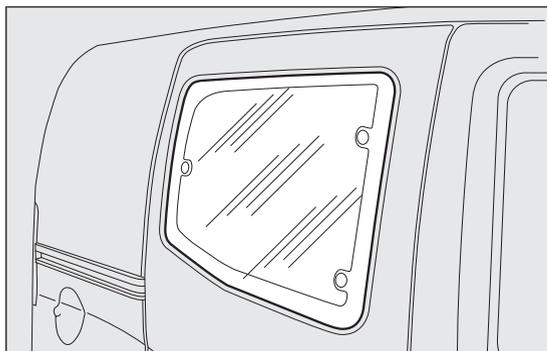
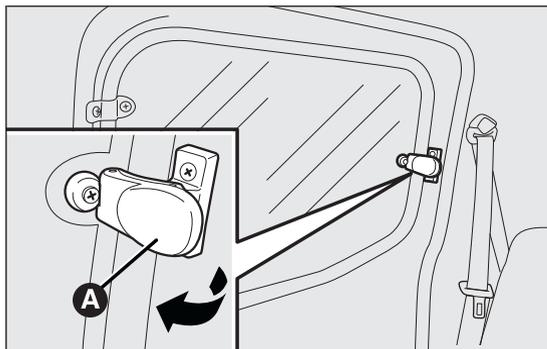

fig. 65
fig. 66
Per aprirli, procedere come segue fig. 65 fig. 66:
- spostare la leva A fig. 66 verso l'esterno fino ad ottenere la completa apertura del vetro.